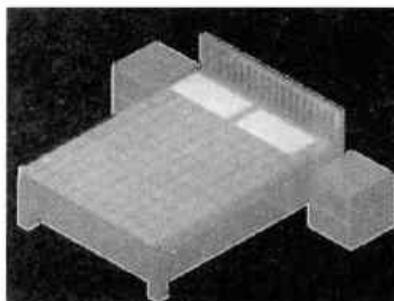

图14-77 赋予床垫贴图
**Step24** 在“材质浏览器”选项板中，选择合适的材质图形，将其赋予至床垫模型上，执行“渲染区域”命令，对其渲染，结果如图 14-77 所示。